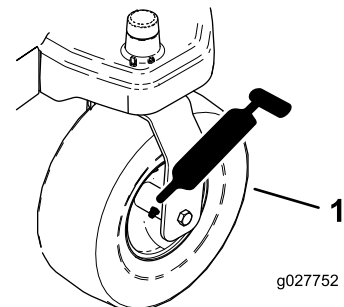
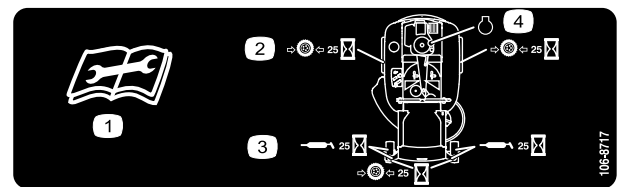

Figura 24
Figura 25
3. Limpie los engrasadores con un trapo (Figura 24 y Figura 25).
4. Conecte una pistola de engrasado a cada punto de engrase (Figura 24 y Figura 25).